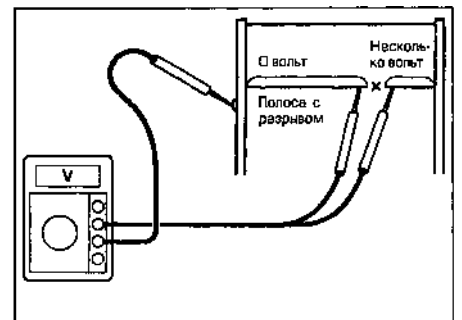

Рис. 20.9. Точка, в которой показания вольтметра изменяются от 0 до нескольких вольт, является точкой разрыва
- 9 Прижмите фольгу отрицательного пробника к полосе, как можно ближе к положительной стороне и передвигайте его к отрицательной стороне. В точке, где напряжение скачком изменяется от нуля до нескольких вольт, является точкой разрыва (см. рис. 20.9). Отметьте точку разрыва полосы. **Примечание:** Если полоса не имеет разрывов, показания вольтметра будут равными 0 около положительной стороны и постепенно увеличиваться до 12 В по мере продвижения отрицательного пробника к отрицательной стороне.